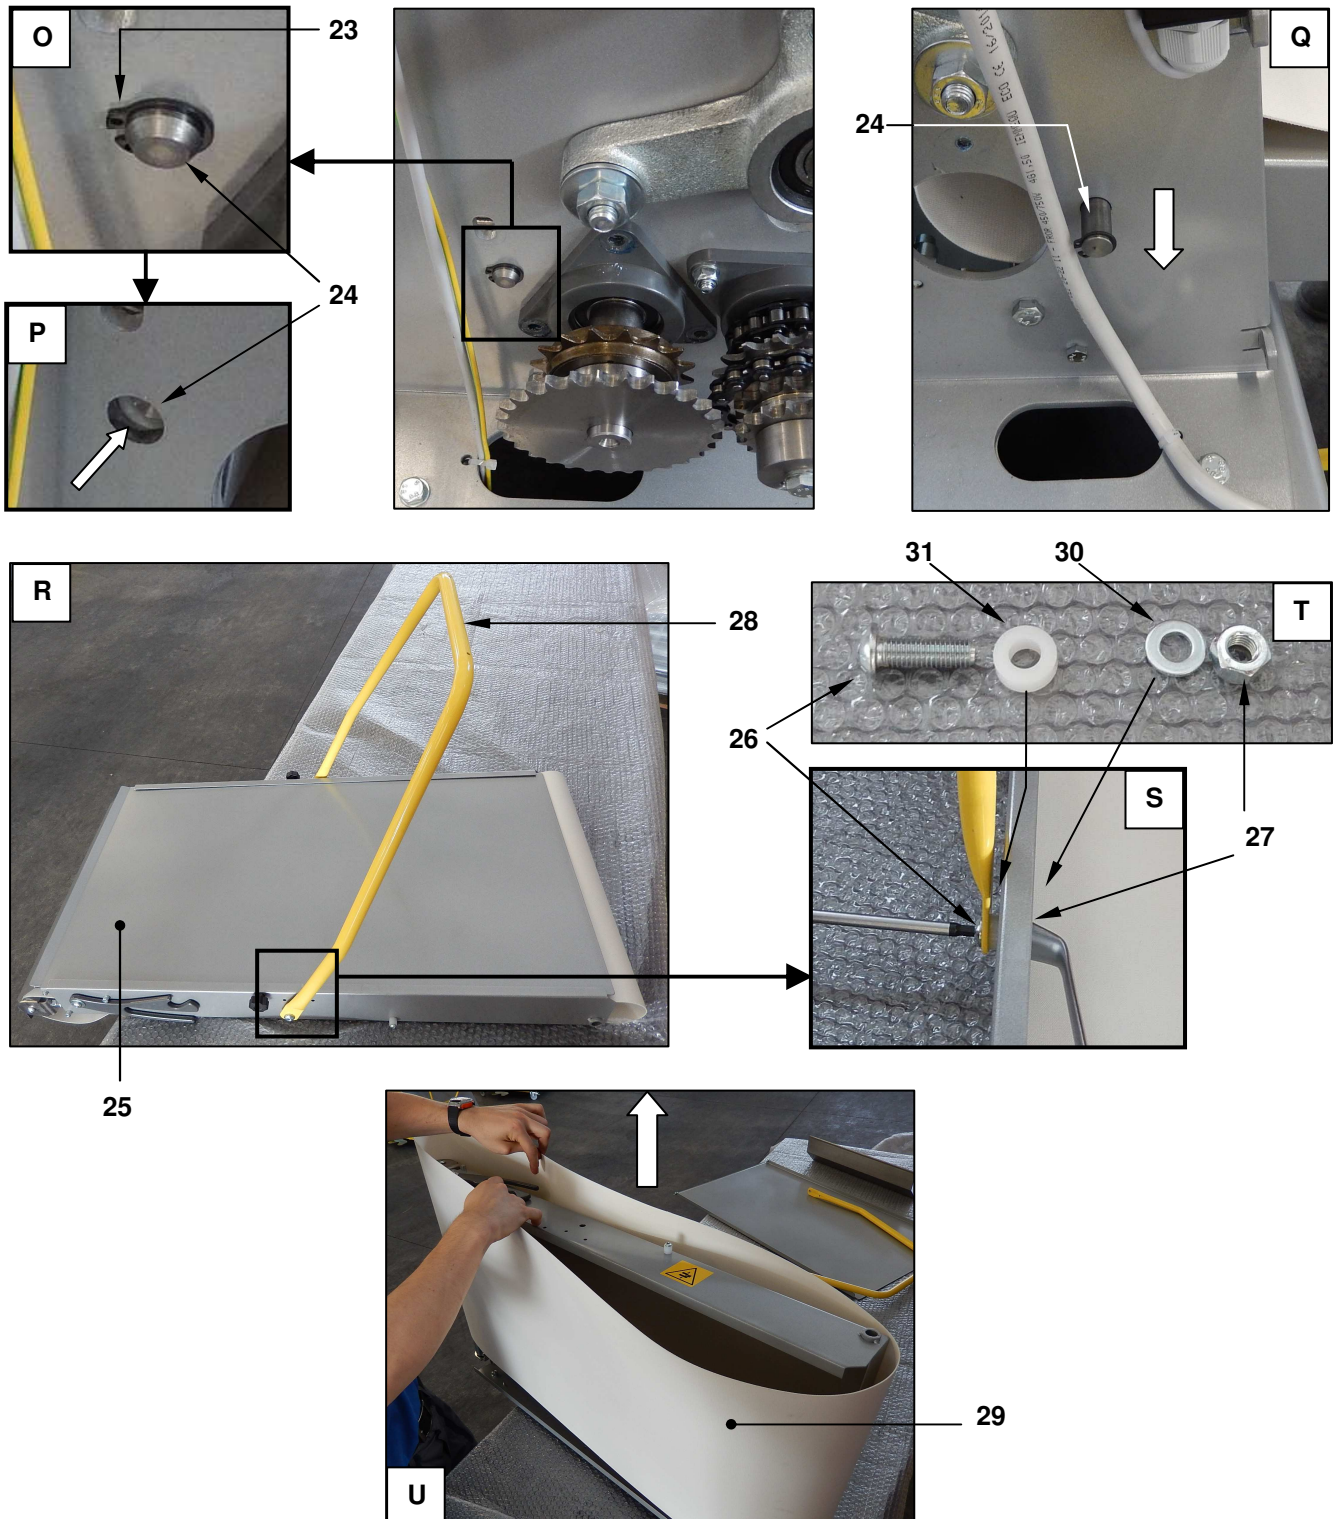

Рис. 37 - SF450 и SF500: Снятие столов и замена лент
Поднимите полностью защитные ограждения (см. пар. 3.5) и максимально разведите раскаточные валки. На Рис. 37 показана модель SF500 (для модели SF450 порядок проведения работы тот же самый):
Начало Рис. 37 - SF450 и SF500: Снятие столов и замена лент
Продолжение Рис. 37 - SF450 и SF500: Снятие столов и замена лент
36. газовым ключом (48) поверните вал (49) и полностью опустите верхний валок (фото D - E)
37. вставьте между держателем (50) (если верхние скребки сняты; см. пар. 4.5) и валом (49) два винта с шестигранной головкой M12 или больше, общей длиной 70 мм для SF450 и SF500, 60 мм для SF 600, с гайками, накрученными таким образом, чтобы концы винтов не выступали; поворачивайте гайки до упора гаек+винтов в соответствующие держатели; убедитесь в том, что листы зажаты раскаточными валками (на фото E вместо винтов и гаек показаны специальные приспособления, используемые в компании Flamic. Принцип их работы тот же самый).
38. установите обратно панель 9 с гнездами для кнопок управления машины; вставьте кнопки (51) (52) в соответствующие отверстия (53) панели (фото G)
39. установите панель (9) и закрепите её винтами;
40. установите зубчатый сектор (7) и закрепите его двумя винтами (8) (фото Н)
41. верните винты (2) распорной втулки (4) рукоятки (6) в первоначальное положение; оденьте рукоятку (6) на вал (5) (фото I) и установите её на расстоянии 2-3 мм от зубчатого сектора (7) (вал должен выступать из распорной втулки на несколько мм); затем попеременно затяните винты (2) (смотрите для примера последовательность от V1 до V5, показанную на фото К); прекратите, как только сопротивление закручиванию резко увеличится.
42. прижав фиксатор (54) под ручкой рукоятки (6) для отвода выступа (55) от зубчатого сектора попеременно перемещайте рукоятку во всём диапазоне хода и убедитесь (используя соответствующие щупы), что расстояние между выступом (55) и нижним профилем сектора (7) в любом случае равно 2-3 мм (фото J), а также в том, что между внутренней поверхностью рукоятки и наружной поверхностью зубчатого сектора в любой точке существует зазор примерно 2 мм
43. убедитесь в том, что листы бумаги (47) удерживаются валками раскатки (попробуйте вытянуть их)
44. убедитесь в том, что выступ (55) правильно входит в зацепление с зубьями зубчатого сектора (7)
45. установите рукоятку на 4^{ую} метку зубчатого сектора начиная с меньших толщин раскатки и динамометрическим ключом на 7 Нм (не больше, во избежание повреждения распорной втулки) попеременно затяните винты (2) (смотрите последовательность V1-V5, показанную на фото К)
46. установите защитный колпак (1) Рис. 37/А гнезда распорной втулки